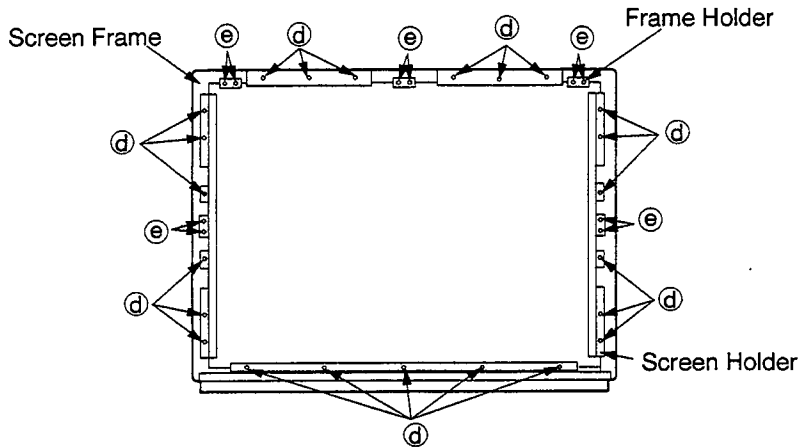

Fig. 5-3
2. Remove 23 screws (d) retaining the Screen Holder. [Fig. 5-3]